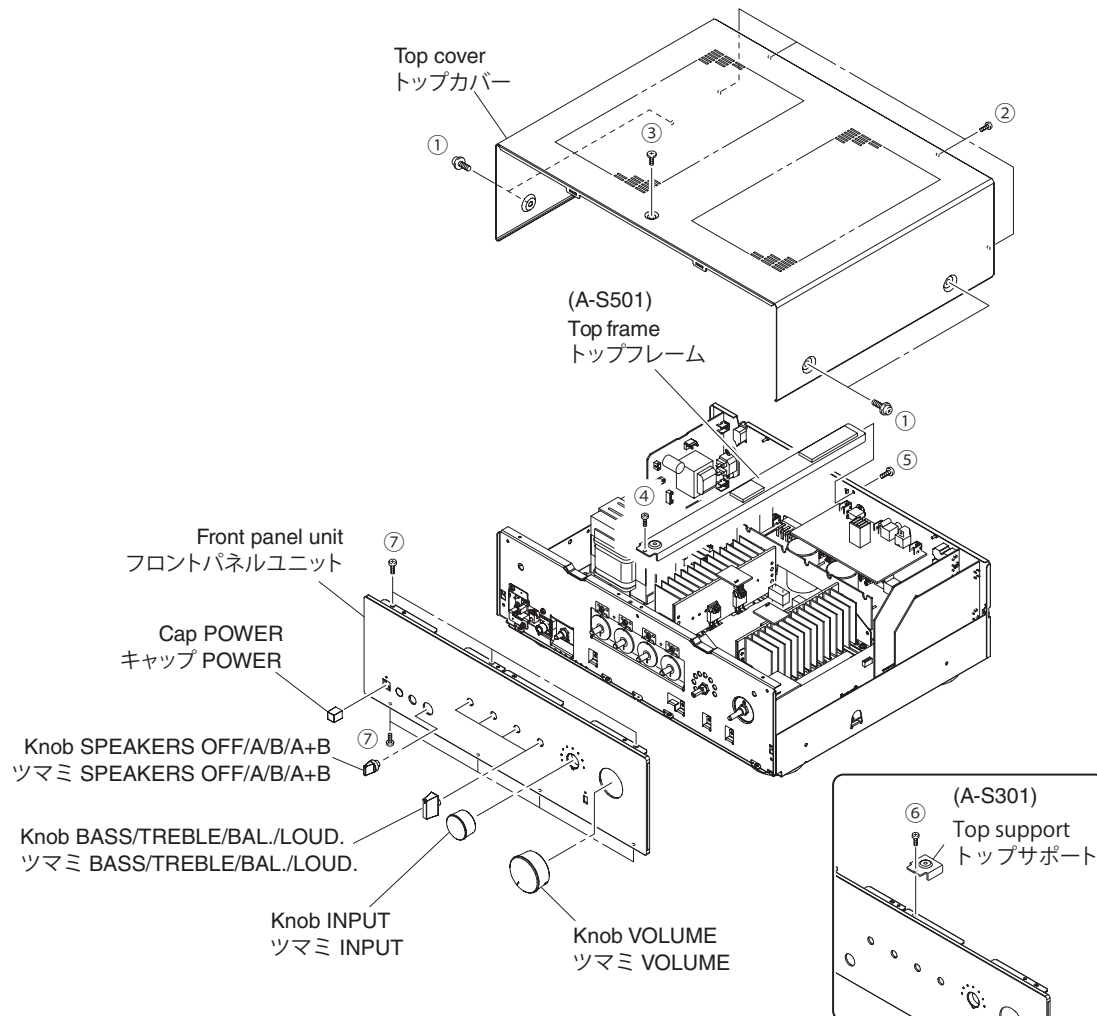

Fig. 1
- Remove 4 screws (①), 4 screws (②) and screw (③). (Fig. 1)
- Remove the top cover. (Fig. 1)
Remove screw (④), screw (⑤) and then remove the top frame. (Fig. 1)
Remove screw (⑥) and then remove the top support. (Fig. 1)
- Pull out the knobs and cap. (Fig. 1)
- Remove 7 screws (⑦). (Fig. 1)
- Remove the front panel unit. (Fig. 1)
- ①のネジ4本、②のネジ4本、③のネジ1本を外します。(Fig. 1)
- トップカバーを取り外します。(Fig. 1)
④のネジ1本、⑤のネジ1本を外し、トップフレームを取り外します。(Fig. 1)
⑥のネジ1本を外し、トップサポートを取り外します。(Fig. 1)
- つまみ、キャップを取り外します。(Fig. 1)
- ⑦のネジ7本を外します。(Fig. 1)
- フロントパネルユニットを前方へ取り外します。(Fig. 1)